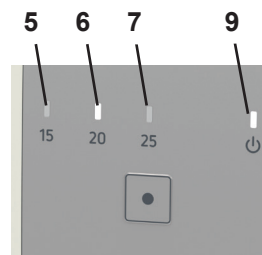

Рис. 4
- ♦ Зеленый рабочий индикатор (9, рис. 4) будет быстро мигать.
- ♦ Горит желтый индикатор установленного порогового значения (5, 6, 7, рис. 4).
- ♦ Горит зеленый рабочий индикатор (9, рис. 4).
Пока объемный поток превышает установленное пороговое значение, горит соответствующий индикатор (5, 6, 7, рис. 4)